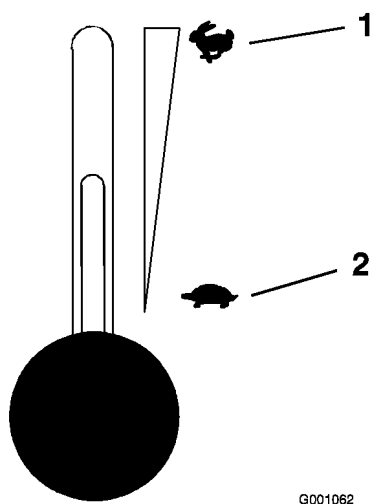

Figura 13
5. Prima di avviare il motore a freddo spostate il comando dell'acceleratore in posizione On (Figura 13).
2. Spostate la leva dell'acceleratore al centro tra le posizioni minima e massima (Figura 13).